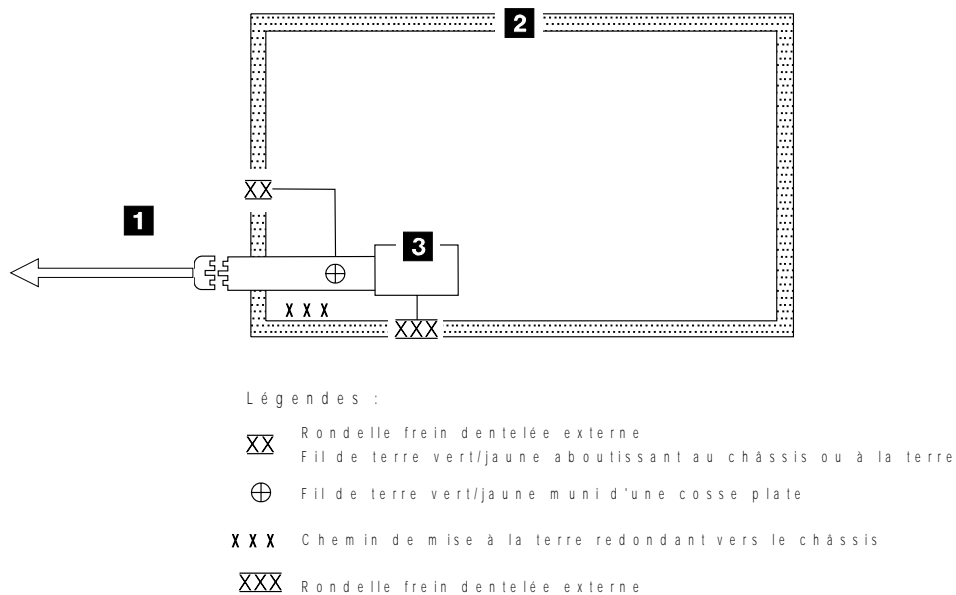

Figure 176. Schéma de mise à la terre c.a. (50/60 Hz)
3. Reportez-vous à la Figure 176. Débranchez le cordon d'alimentation **1** du socle de prise de courant.